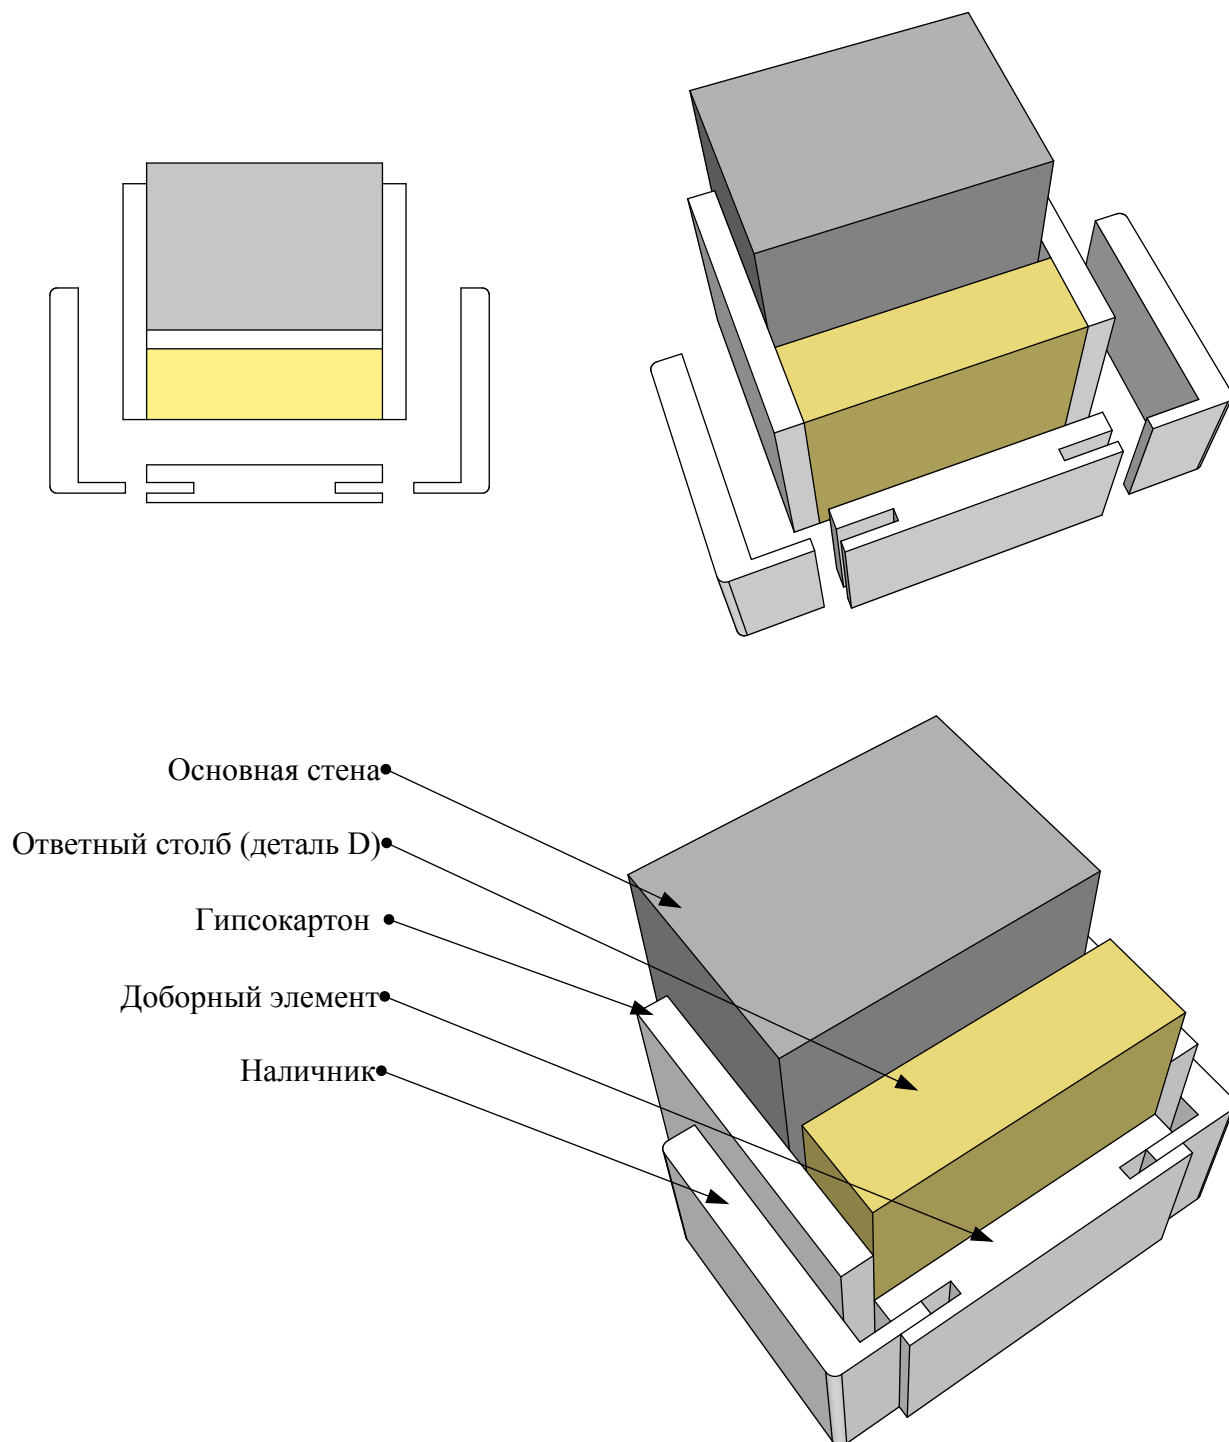

Рисунок 20
1. Если ширина доборного элемента позволяет перекрыть ширину встречного столба (деталь D) + 2 толщины гипсокартона (Рис. 20).